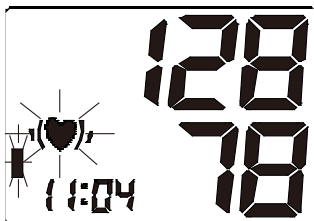

Figura 6-4
- d. Il dispositivo gonfia il bracciale fino a creare una pressione sufficiente per la misurazione. Quindi rilascia lentamente l’aria dal bracciale ed esegue la misurazione. Infine calcola e visualizza separatamente sul display lcd la pressione sanguigna e la frequenza cardiaca. Se è rilevato un battito irregolare, il display inizierà a lampeggiare. Vedere figura 6-4 & 6-5. Il risultato sarà salvato automaticamente nell’unità di memoria corrente.